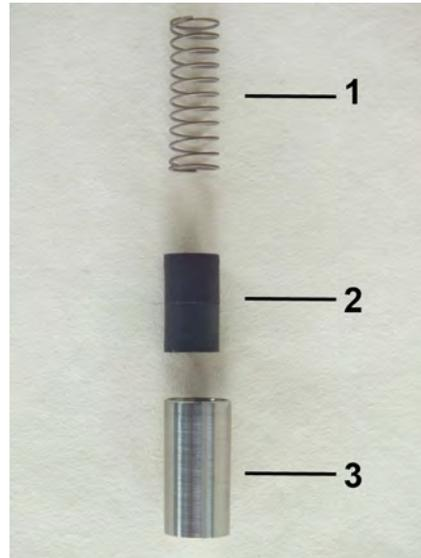

Abb. 43: Innenteile
- 4.** → Feder (Abb. 43/1) mit Magneten (Abb. 43/2) in den Schwebe-körper (Abb. 43/3) einführen dabei die Magnetpolung beachten (Nordpol in Richtung Geräteausgang)